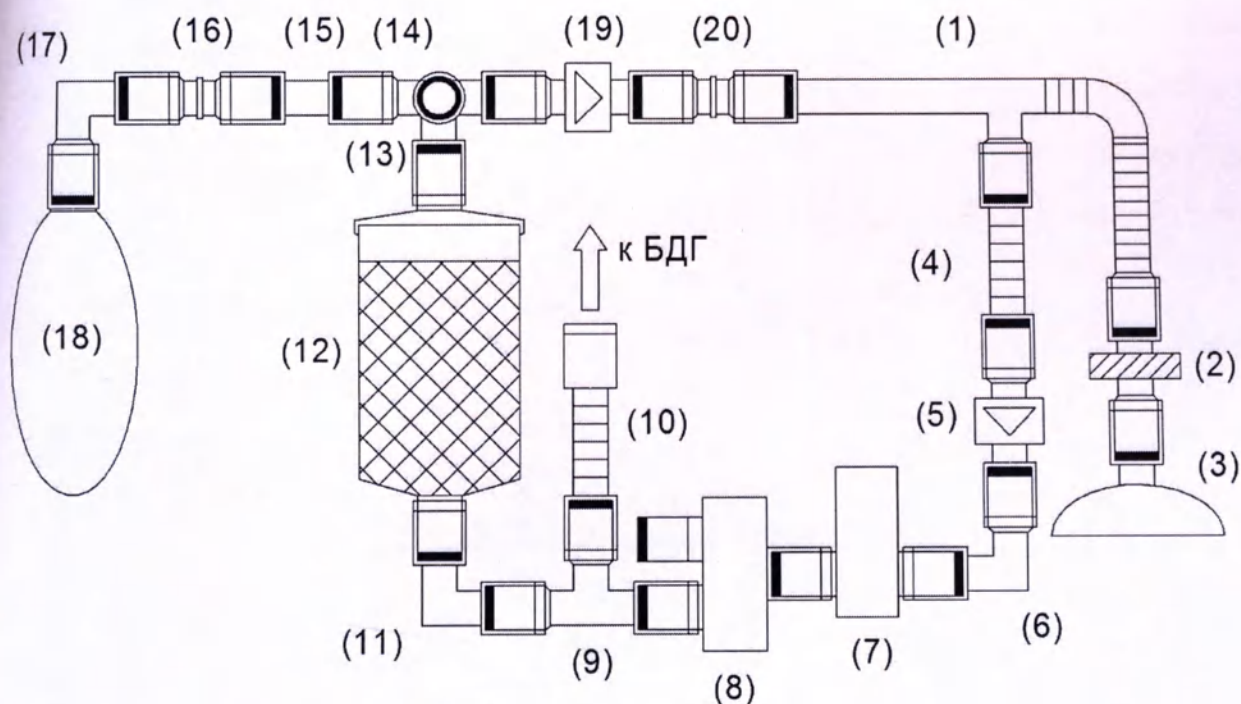

Рис.2 Схема соединения частей дыхательного контура
5.1.3 Для Комплекса в варианте исполнения передвижной на центре задней панели корпуса расположена откидывающаяся крышка для доступа к дыхательному контуру, сборка которого осуществляется по схеме (Рис.2).
- собрать дыхательный контур, согласно Рис. 2 и 4, в зависимости от варианта исполнения Комплекса, и установить на штатное место, используя соответствующие крепления;